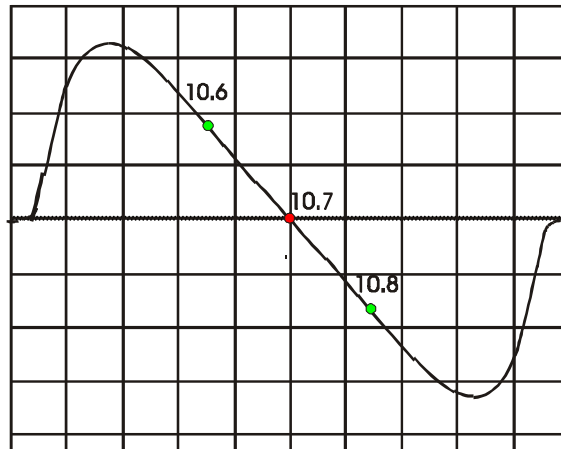

Figura 12.- Ajuste del Discriminador
9.- Ajustar el núcleo de T2 hasta obtener máxima conformación de la curva y perfecta linealidad del flanco, tomando como referencia las marcas de 10.6 y 10.8MHz y mantener la marca de 10.7 MHz en el punto de cruce por cero de referencia, como se ve en la Figura 12).